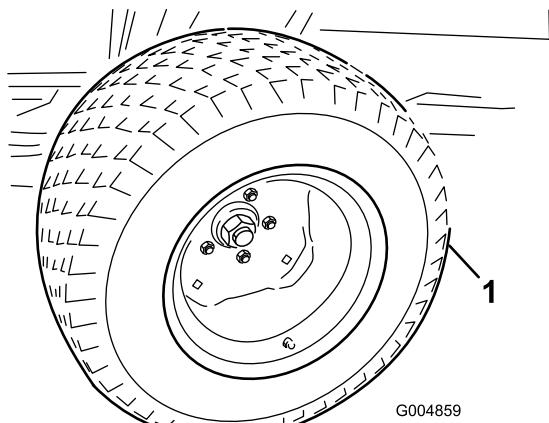

Figure 8
3. Montez les roues motrices (Figure 8).